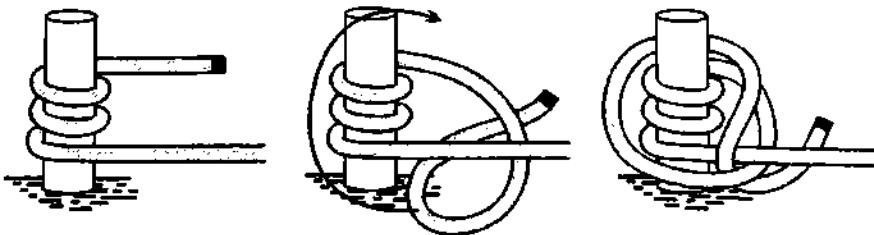

Рис. 958. Портовый узел – это выбленочный узел с двумя шлагами. В конце может быть накинута одна или две калышки.
**Выбленочный узел** с двумя или тремя шлагами используется моряками для быстрого крепления швартовых канатов за открытую опору – пал, битенг или кнехт (рис. 958). **Портовый узел** хорошо держит на стальном и синтетическом тросе и в любой момент может быть быстро развязан, если немного ослабить верхнюю петлю.